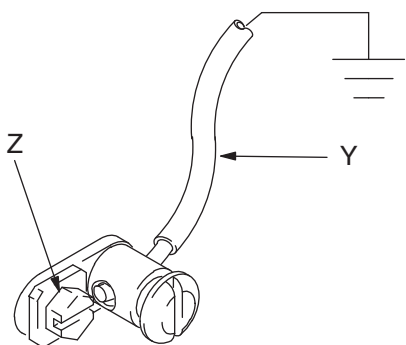

РИС. 1
Насос. Используйте провод заземления и зажим, как показано на РИС. 1.
Заземление насоса. Снимите винт заземления (Z) и вставьте в проушину кольцевого зажима на конце провода заземления (Y). Прикрутите винт заземления обратно к насосу и надежно затяните его. Другой конец провода следует соединить с точкой истинного заземления. См. РИС. 1. Для заказа провода заземления и зажима указывайте в заказе арт. № 222011.